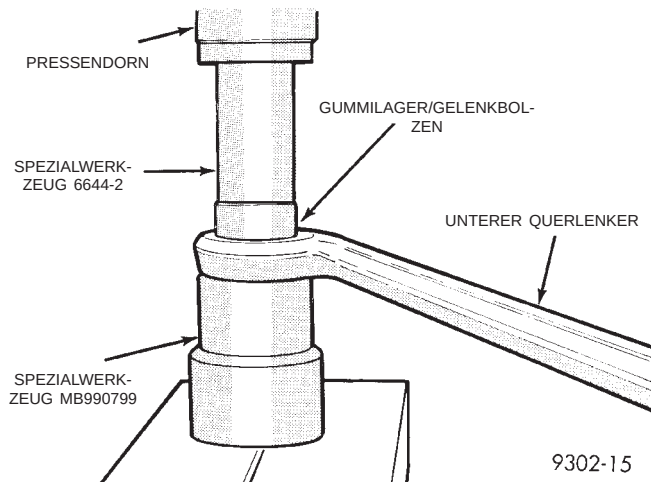

Abb. 71 Gummilager für Gelenkbolzen des unteren Querlenkers ausbauen
(1) Fahrzeug anheben. Dazu Unterstellböcke oder eine Hebebühne verwenden, die am Rahmen angesetzt wird (siehe Kapitel 0, "Schmierung und Wartung", Abschnitt "Anheben des Fahrzeugs").
(2) Zugstrebe und unteren Querlenker gemeinsam aus dem Fahrzeug ausbauen. Siehe "Unterer Querlenker" im Abschnitt "Aus- und Einbau" in diesem Kapitel.
(3) Zugstrebe aus dem Querlenker ausbauen.
(4) Den unteren Querlenker in eine Presse einbauen. Dabei muss das größere Ende des Gummilagers im Aufnehmer, Spezialwerkzeug MB-990799, liegen, und das Werkzeug muss den unteren Querlenker unterstützen (Abb. 71). Ausbaupresswerkzeug 6644-2 oben auf das Gummilager stellen (Abb. 71). Mit der Presse das Gummilager nach unten drücken, bis es aus dem Querlenker herausfällt.
(5) Das ausgepresste Gummilager aus dem Aufnehmer, Spezialwerkzeug MB-990799, herausnehmen und entsorgen.